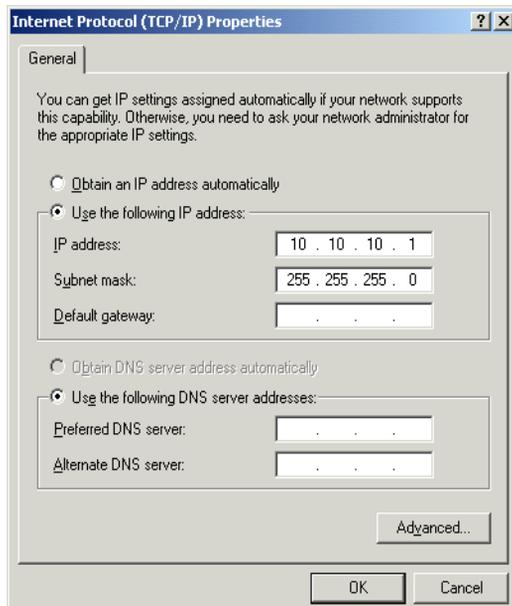

Figura 40 Finestra Internet Protocol (TCP/IP) Properties
- Nella finestra di dialogo 'Internet Protocol (TCP/IP) Properties' (vedere la Figura 40) selezionare l'opzione 'Use the following IP address' e impostare 'IP Address' e 'Subnet Mask' del proprio computer.